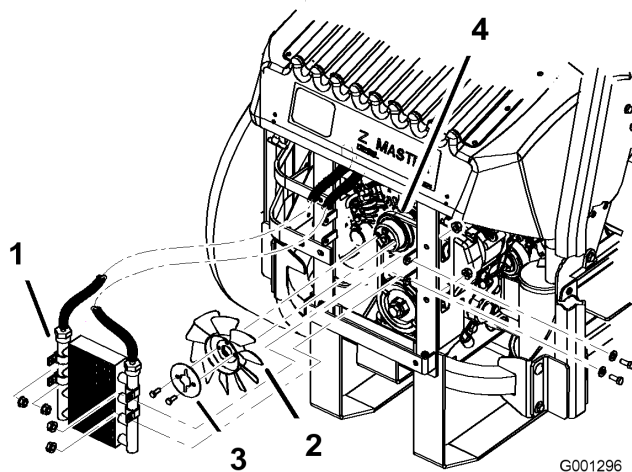

Figure 62
5. Enlevez les 4 boulons de fixation du refroidisseur d'huile et placez ce dernier sur le côté (Figure 62).
6. Enlevez les 2 boulons qui fixent le ventilateur et la plaque du ventilateur à la machine (Figure 62).
10. Montez le ventilateur et sa plaque sur la machine au moyen des 2 boulons retirés précédemment (Figure 62).
11. Remontez le refroidisseur d'huile au moyen des 4 boulons retirés précédemment (Figure 62).